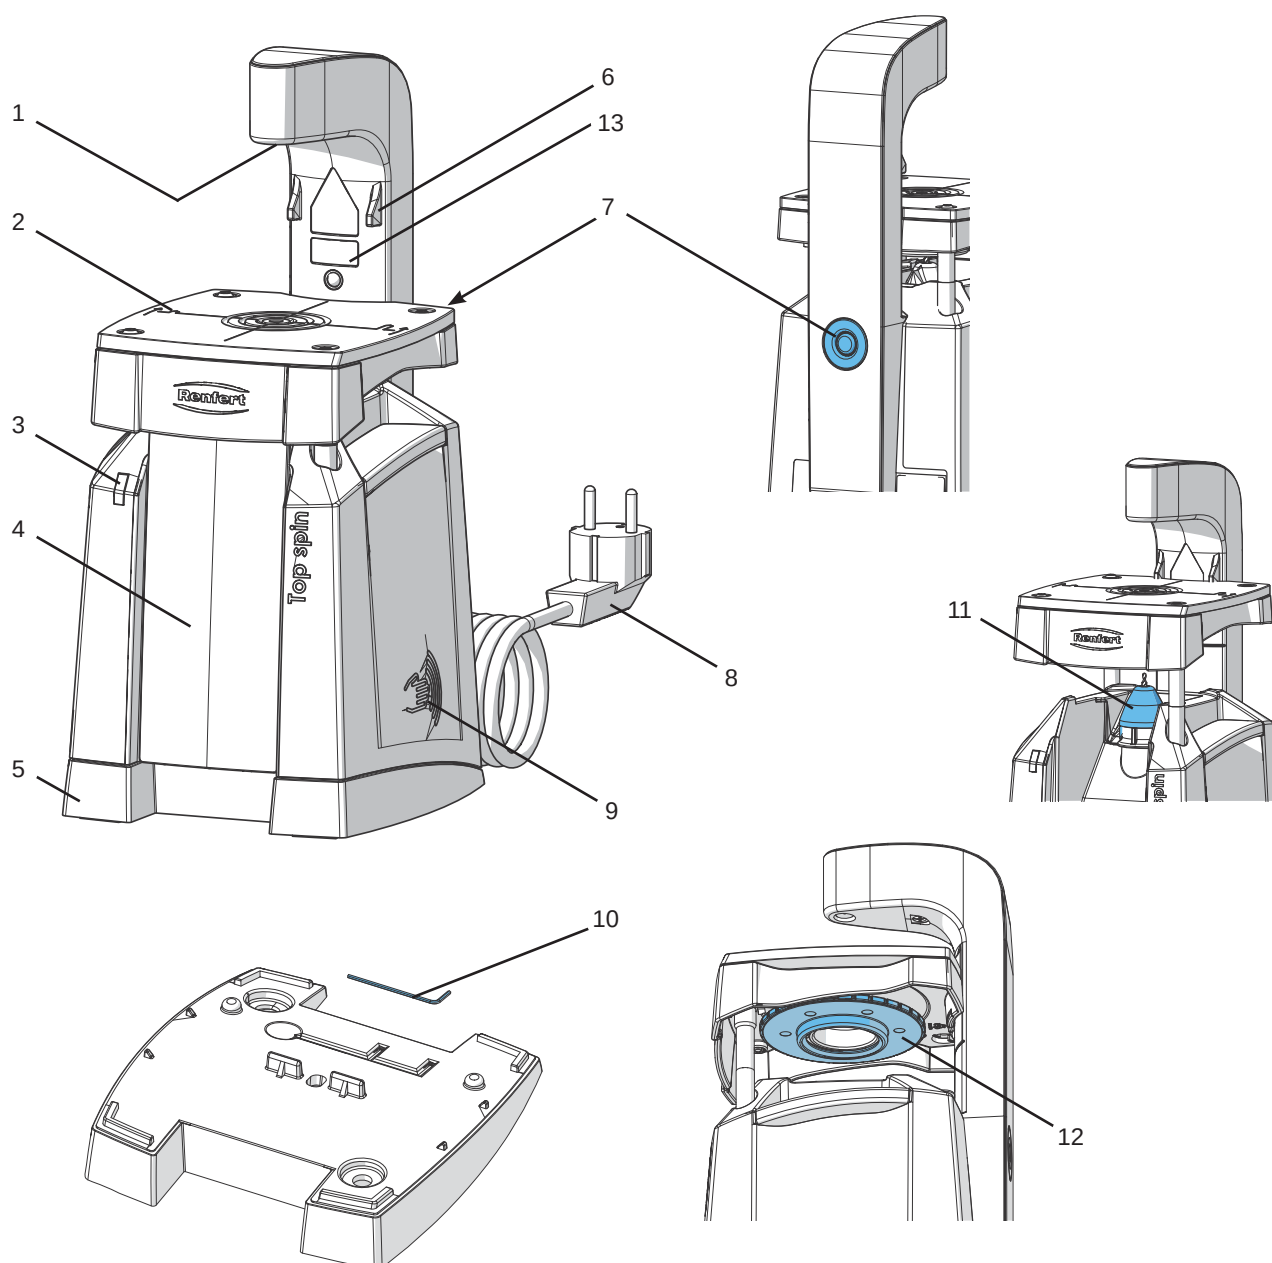

Fig. 1
- ⇒ Saque la indicación de peligro Láser que figura en su idioma nacional del juego de adhesivos y péguelo sobre la indicación de peligro actual (13, fig.1).
⇒ Colocar la corona de dientes en la mesa de perforación (2, fig. 1) y posicionar bajo el láser (1, fig. 1).
- ⇒ Desplazar la mesa de perforación (2) hacia arriba hasta el tope (6).
- ⇒ Empujar el polvo depositado con un pincel o golpeando suavemente en el depósito de polvo (4, fig. 1) y extraer el depósito de polvo tirando hacia delante por el borde inferior.
- ⇒ Retirar la campana protectora de polvo (11, fig.1).
- ⇒ Presionar la fijación del husillo (7, fig.1) y girar la tuerca de fijación (22) hasta que la fijación del husillo encaje.